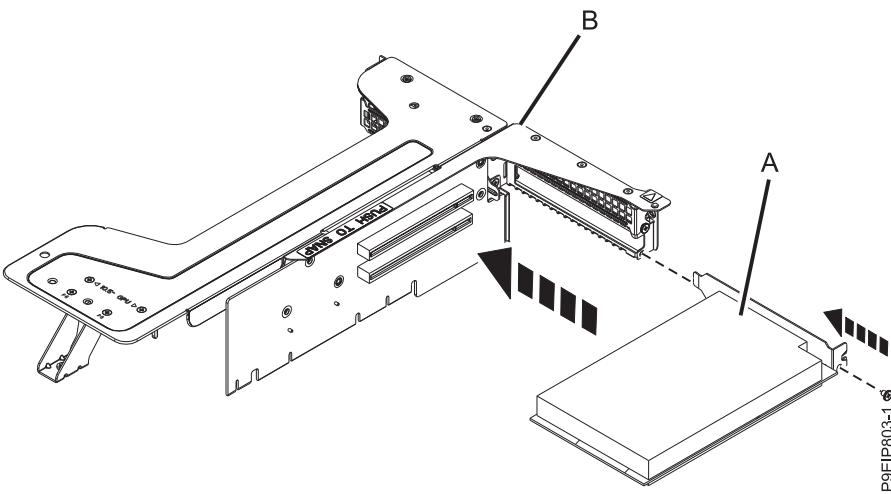

Figura 54. Inserindo um adaptador na posição 1 do riser PCIe
- b. Insira o adaptador PCIe **(A)** na posição 1 do riser do adaptador PCIe **(B)**, conforme mostrado na Figura 54.